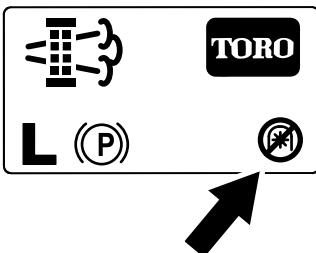

Figura 53
**Nota:** Sulla schermata Home viene visualizzata l'icona di disabilitazione della PDF (Figura 53).
**Nota:** Sulla schermata Home viene visualizzata l'icona di disabilitazione della PDF; fate riferimento a Figura 53 in Messaggi relativi alla rigenerazione parcheggiata \(pagina 47\).